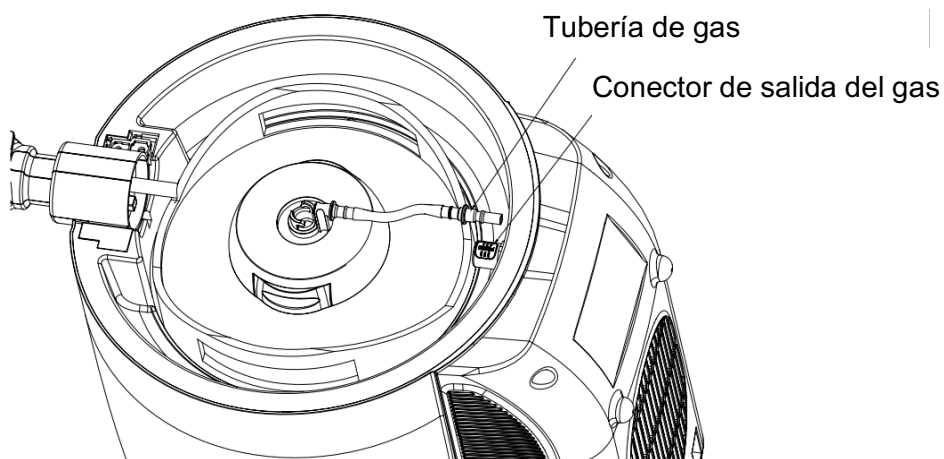

Figura 8
10. Inserte el extremo libre (el otro extremo ya está conectado a la válvula) de la tubería de gas en el conector de salida del dispensador y empújelo hacia adentro hasta escuchar un clic, indicando que la conexión está segura (como se muestra en la Figura 8).